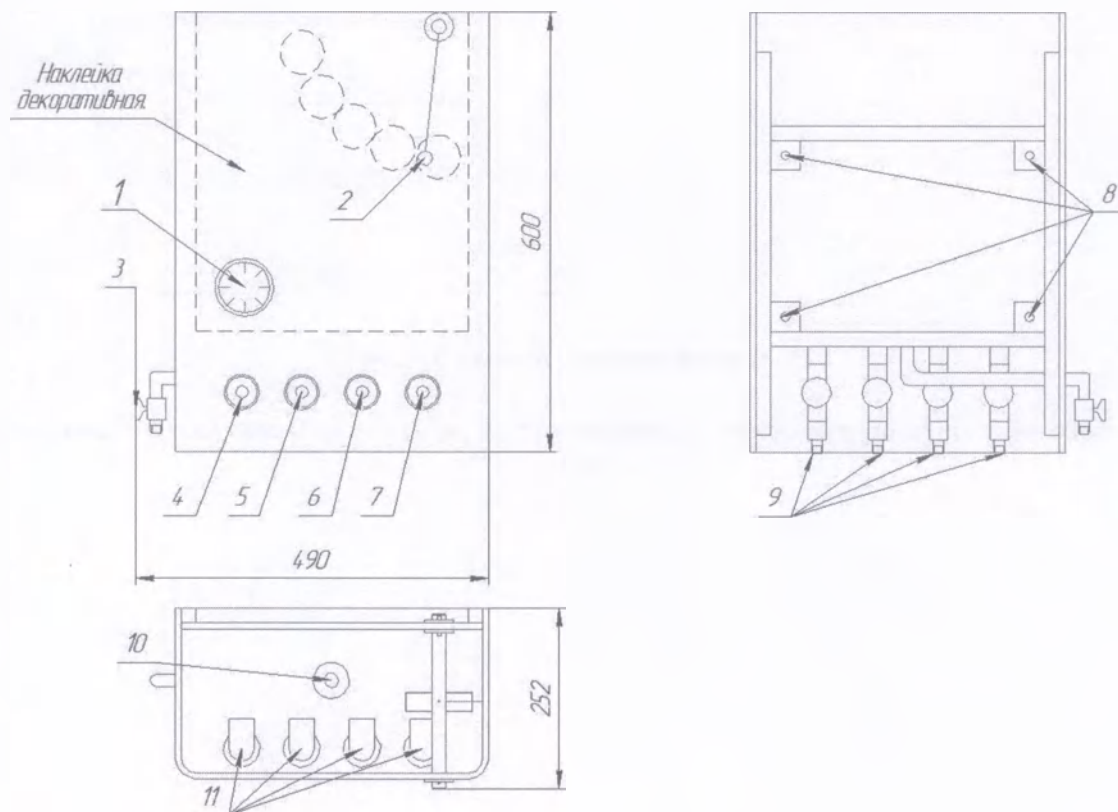

Рис.2. Схема бачка для лечебных растворов с креплением на стене
внутренний диаметр ($18 \pm 0,2$) мм; встроенный термометр биметаллический БТ и пять окошек для визуального контроля уровня воды в бачке. (рис. 2)
- бачок для лечебных растворов с креплением на стене, имеющий: емкость, не менее 12 л, два крана для подачи холодной и горячей воды, два крана для подачи минеральной холодной и горячей воды, кран и шланг длиной, не менее 2,5 м для слива из бачка, встроенный термометр биметаллический и пять окошек для визуального контроля уровня воды в бачке (Рис.2);